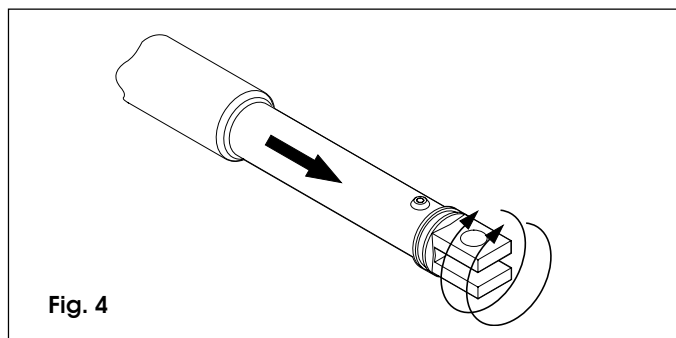

Fig. 4
- 4) Sacar completamente el vástago, hasta el tope (fig. 4).
- 6) Darle dos vueltas hacia la derecha al vástago del actuador (fig. 4).